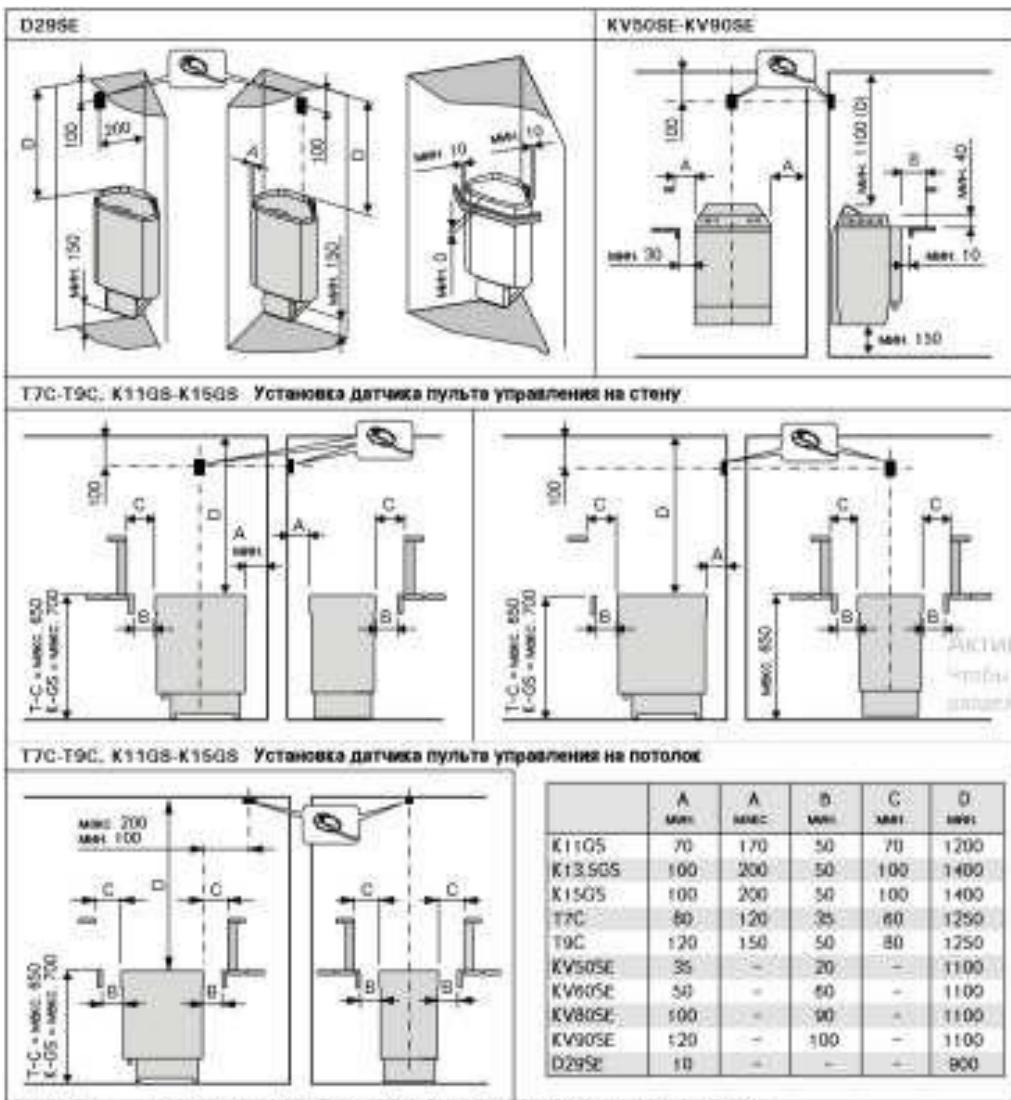
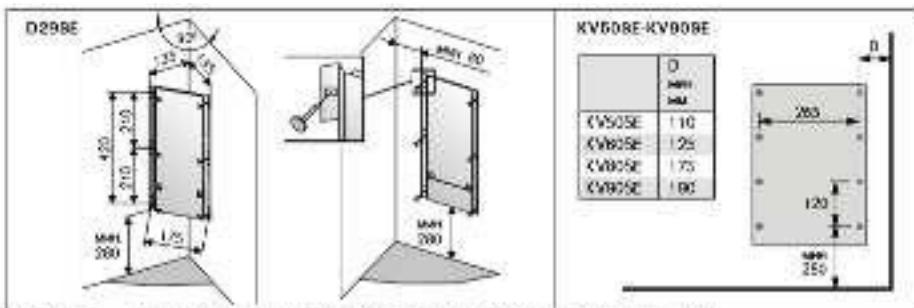

Рисунок 5. Расстояния безопасности (все размеры приведены в миллиметрах)
Рисунок 6. Установка края жилой рамы (все размеры приведены в миллиметрах)
- При расположении каменки выполняются условия минимальных расстояний, изображенных на рис. 5 и указанных в таблице 2.
1. Прикрепите установочный кронштейн к стене винтами, входящими в комплект поставки кронштейна. Соблюдайте безопасные минимальные расстояния, указанные на рисунке 5. Установочные размеры кронштейна показаны на рис. 6.
1. С помощью прилагаемых шурупов прикрепите к стене монтажную раму, соблюдая минимальные расстояния, указанные в таблице 2 и на рис. 5. Установка рамы изображена на рис. 6.
Каменка крепится к полу за две ножки, т.е. за две точки в ножках. Перед установкой необходимо принять во внимание минимальные расстояния до легковозгораемых материалов. См. табл. 2 и рис. 5.
При установке защитного ограждения вокруг каменки следует соблюдать расстояния, указанные на рис. 5 и таблице 2.